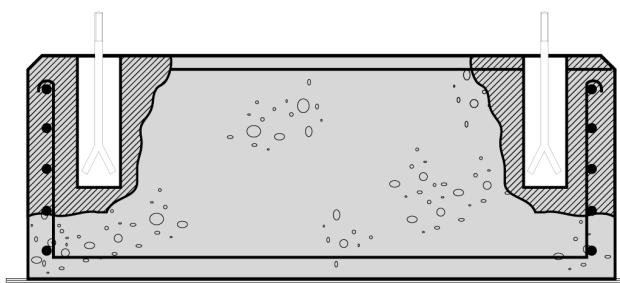

Рис.4.
-Внутрь фундамента необходимо заложить арматуру из стальных прутьев Ø12. рис.4.